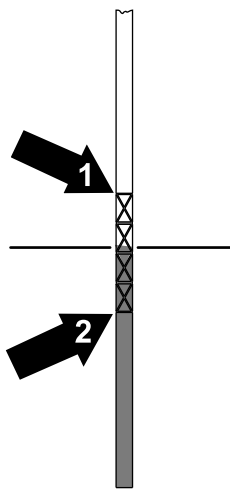

Figura 60
5. Retire el tapón de la varilla y compruebe el nivel de fluido (Figura 60).
6. Si el nivel de fluido está por debajo de la marca inferior de la varilla, añada fluido hidráulico del tipo especificado al depósito. Introduzca el tapón de la varilla en el depósito y repita los pasos 3 a 5 hasta que el nivel de fluido esté entre las marcas superior e inferior (Figura 60) de la varilla.